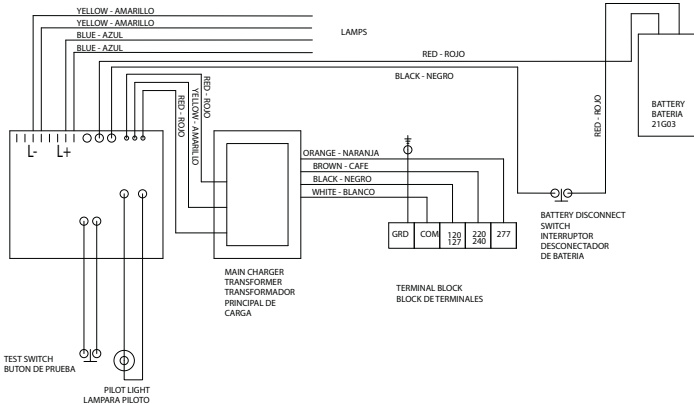

Figure 3. Schéma de câblage
- 2a. Connectez l'alimentation des appareils d'éclairage EVLA12 menant aux fentes L+ et L-. Reportez-vous aux figures 3 et 4.